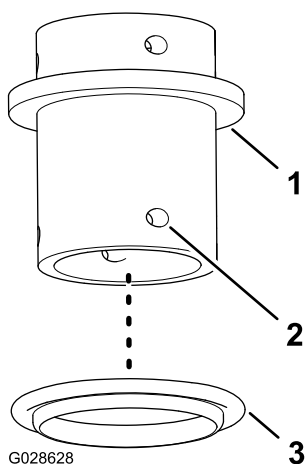
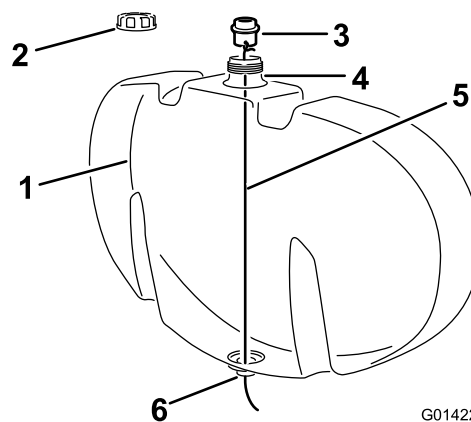

Figura 8
Figura 9
- A. Instale o vedante flangeado na união do anteparo (Figura 8).
retenção na união do anteparo (Figura 8 e Figura 9)
- C. Retire o tampão do depósito, insira o fio no tubo de enchimento e passe o fio pela saída na parte inferior do depósito (Figura 9).